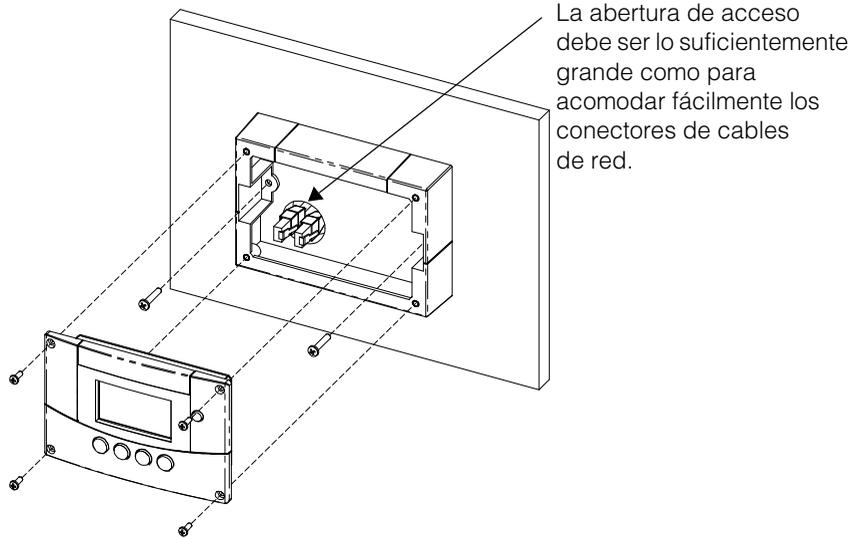

Figura 2-8 Montaje en superficie del SCP
6. Coloque la unidad en el soporte de montaje y fijela con cuatro tornillos del número 6. Consulte Figura 2-8.